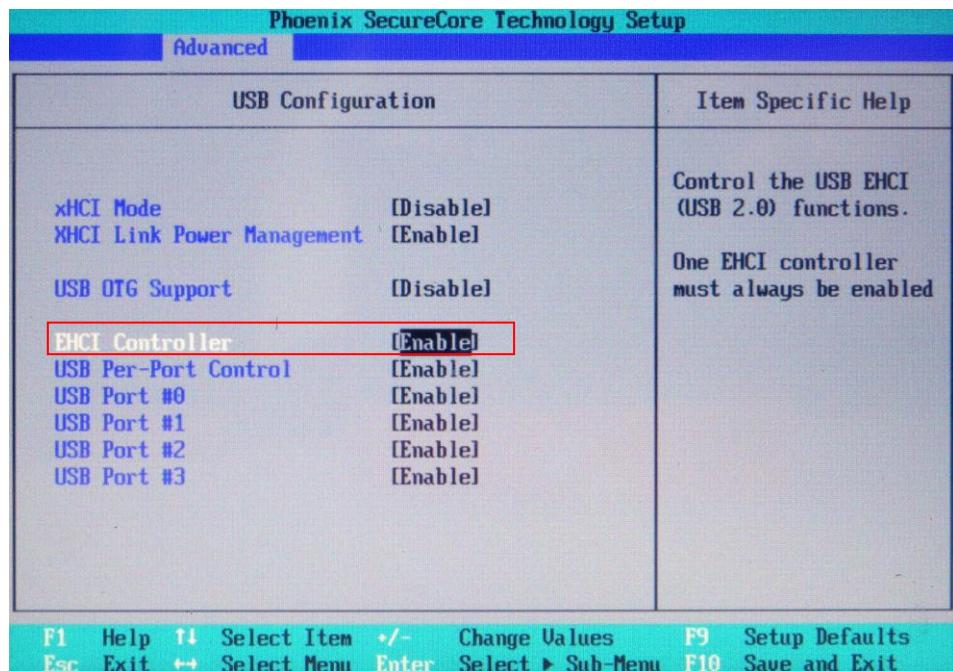

図 6-1-1-4. BIOS 設定 Advanced メニュー USB Configuration
- ⑩ [Boot]メニューを選択します。(図 6-1-1-5)
- ⑪ [USB CD] (接続した USB-DVD ドライブ) を[ATA HDD] (mini m-SATA メインストレージ) よりも上に設定します。